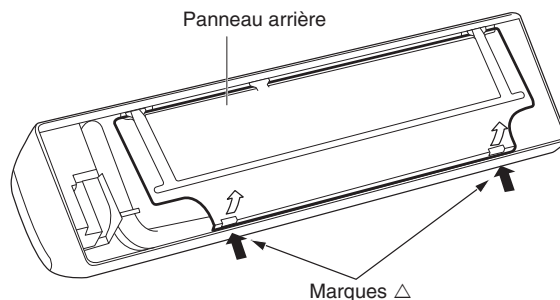

Fig. 3-2
- (2) Appuyer sur les 2 marques \triangle sur le couvercle du châssis et désengager les languettes fixes du châssis. (Fig. 3-2)